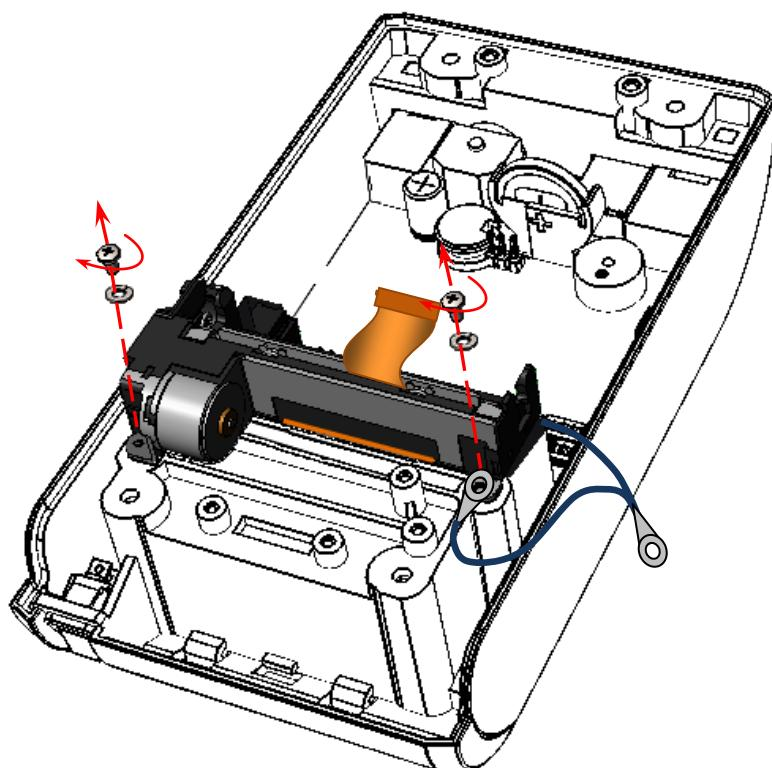

Рисунок 17. Снятие ТПГ (открутить винты крепления)
- Зафиксировать ТПГ винтами крепления, установив шайбы и установив клемму кабеля заземления на нижней части корпуса изделия (смотрите рисунок 17).